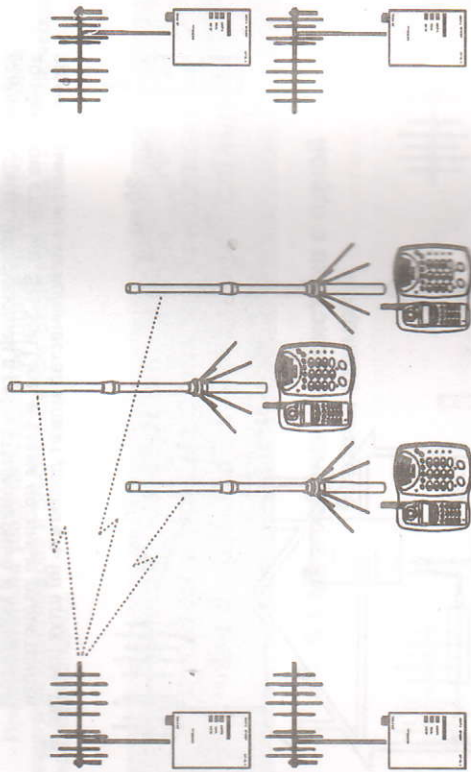

Рис. 10
■ Система может включать в себя 2, 3, 4 базовых станции SENAO SN-358 и от 1 до 99 абонентских станций SN-358 Line (рис. 10), причем абонентские станции могут эксплуатироваться как в стационарном, так и в мобильном вариантах. Возможен комбинированный вариант, когда наряду с абонентскими станциями SN-358 Line в системе эксплуатируются носимые радиотрубки, причем суммарное число станций и радиотрубок может достигать 99 шт.